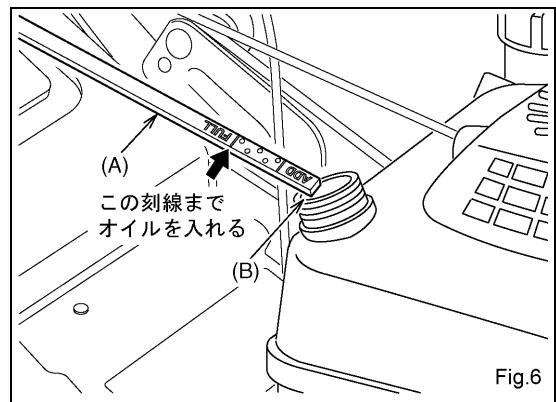

Fig.6
(1) 給油プラグ（オイルキャップ）の回りをきれいに清掃して下さい。
(2) 給油プラグをゆるめて給油口（B）から取り外し、オイルゲージ部分（A）をきれいな布で拭いて下さい。(Fig.6)
(3) 給油プラグを給油口に差し込み、すぐ引抜いてオイルゲージに付着したエンジンオイルを見てエンジンオイル容量を点検します。
オイル補給量はオイルゲージの“FULL”の刻線の位置にオイルが来るようにして下さい。(Fig.6)